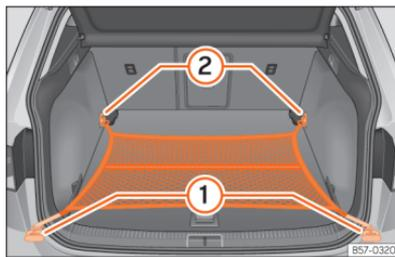

Fig. 175 Na bagageira: saco de rede fixado rente ao piso.
- Fixe os ganchos da rede nas argolas de fixação »»» **Fig. 175** ① e ② »»» . O fecho de correr do saco deve ficar voltado para cima.